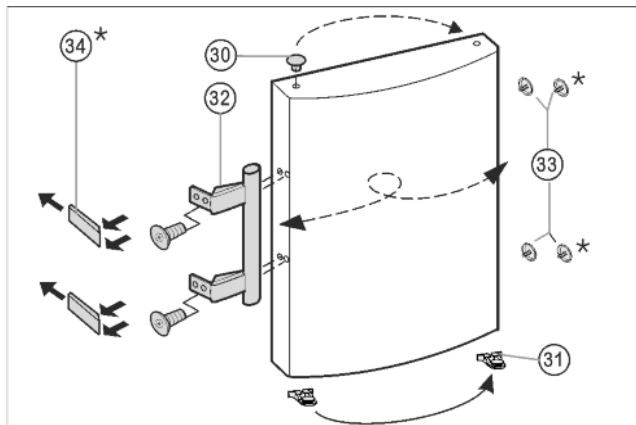

Fig. 8
- Zátky Fig. 8 (30) vyjměte z pouzdra ložisek dvírek a přemístěte je.
- Madlo dveří Fig. 8 (32), zátky Fig. 8 (33) a krycí destičky* Fig. 8 (34) odmontujte a přemontujte na protější stranu.